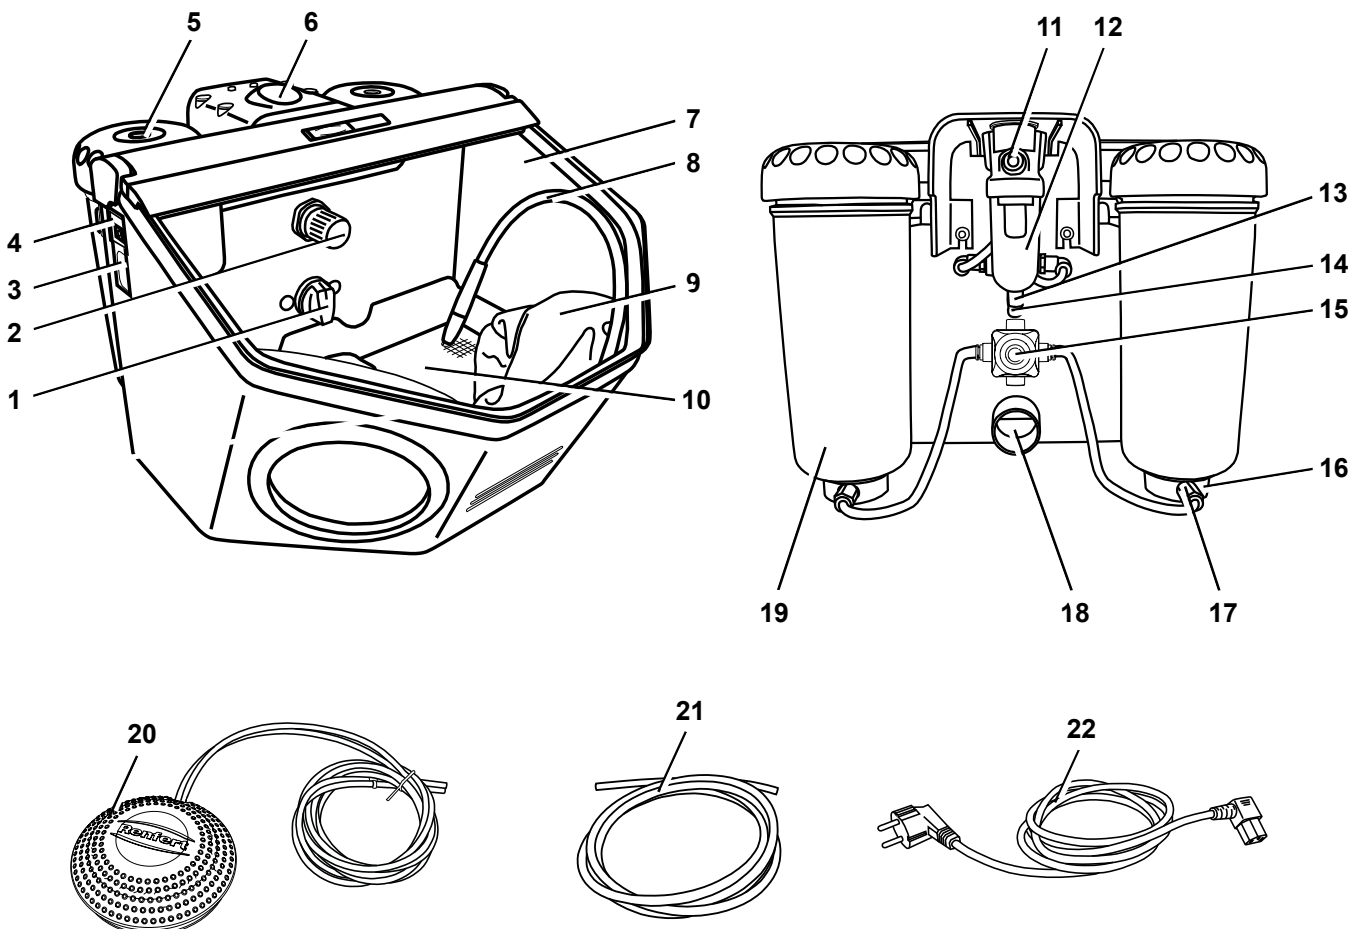

Fig. 1
- Ligar a iluminação (4).
- Com o seletor (1, Fig. 1), selecionar o depósito de jateamento.
- Pressionar o pedal de acionamento (20, Fig. 1).